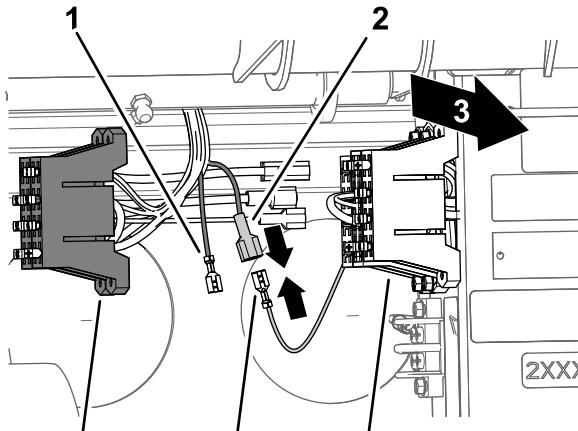

Figura 23
de alimentación amarillo opcional del bloque de fusibles del cableado del fumigador (Figura 23).
3. Conecte el terminal hembra sin aislamiento del bloque de fusibles de la máquina al terminal macho aislado del bloque de fusibles del fumigador (Figura 23).